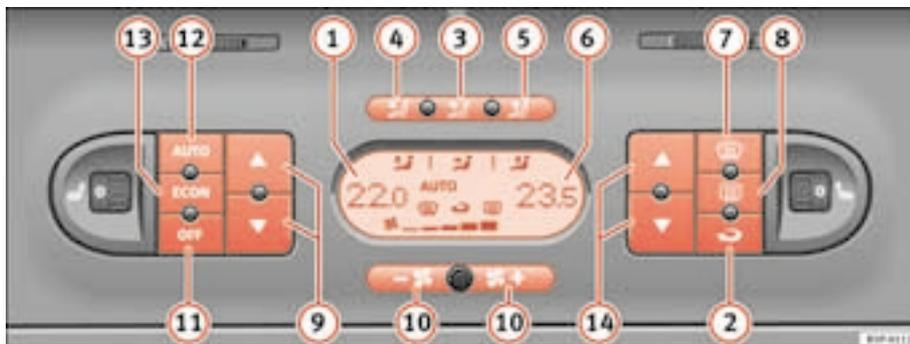

Fig. 126 Comandos do Climatatic 2C no painel de instrumentos
- Para activar o modo manual, premir um dos botões ⇒ página 161, fig. 126 ③ ao ⑤, o botão **ECON** ou premir um dos botões do ventilador ⑩. O símbolo **AUTO** desaparece do visor.
- Premir o botão  ⇒ página 161, fig. 126  2, para ligar e desligar o modo de recirculação do ar. Está ligada se no visor é apresentado o símbolo .